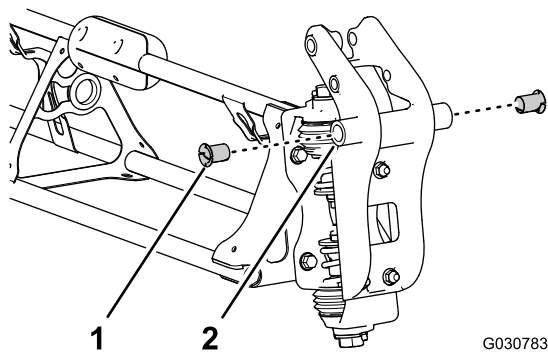

Figura 122
2. Inserite una boccola flangiata in nylon nel foro da 31,8 mm su ciascun lato del raccordo orientabile (Figura 122).